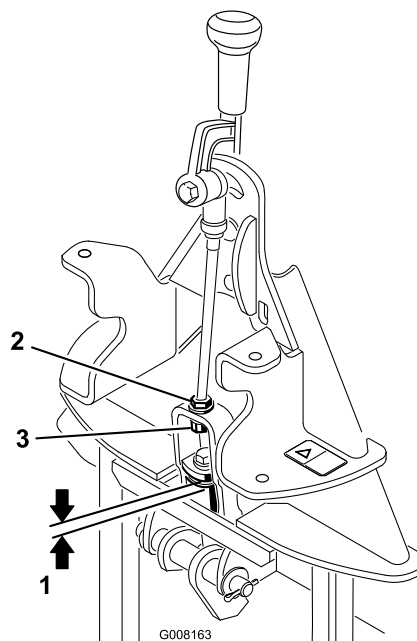

Figura 5
2. Misurate lo spazio tra la rondella superiore e il distanziale del gruppo di connessione sull'adattatore dell'attrezzo, come illustrato in Figura 5.